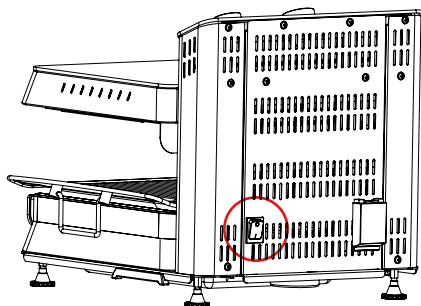
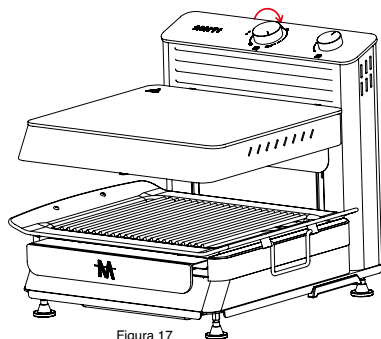

Figura 16
Figura 17
- Se il prodotto non funziona dopo averlo collegato alla presa di corrente, assicurarsi che l'interruttore di accensione sia in posizione (I).
- Se l'interruttore di accensione è in posizione (I) (Figura 16), aumentare la potenza del regolatore di potenza (Figura 17). Se il prodotto continua a non funzionare, assicurarsi che il ripiano mobile sia posizionato correttamente all'interno del prodotto.